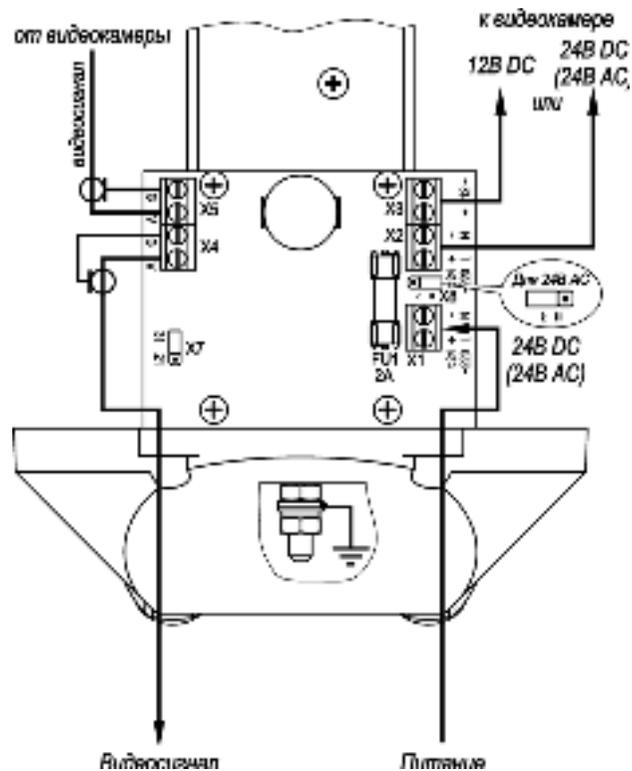

Рис.2 Подключение ТГБ-7У-24/12(24); ~24/12(~24)
4. Подсоединить видеокамеру к контактам платы коммутации в соответствии со схемой подключения (рис.2, 3 или 4).
5. Ввести через гермоводы внешние кабели (кабель видео или интерфейсный кабель и кабель питания) и подключить их к плате коммутации (рис.2 или 3).
Предприятием изготовителем джампер X7 установлен в положение «31» - мощность обогрева 31 Вт, для изменения мощности на 21 Вт джампер X7 необходимо переставить в положение «21» (см. рис.2 и 3).